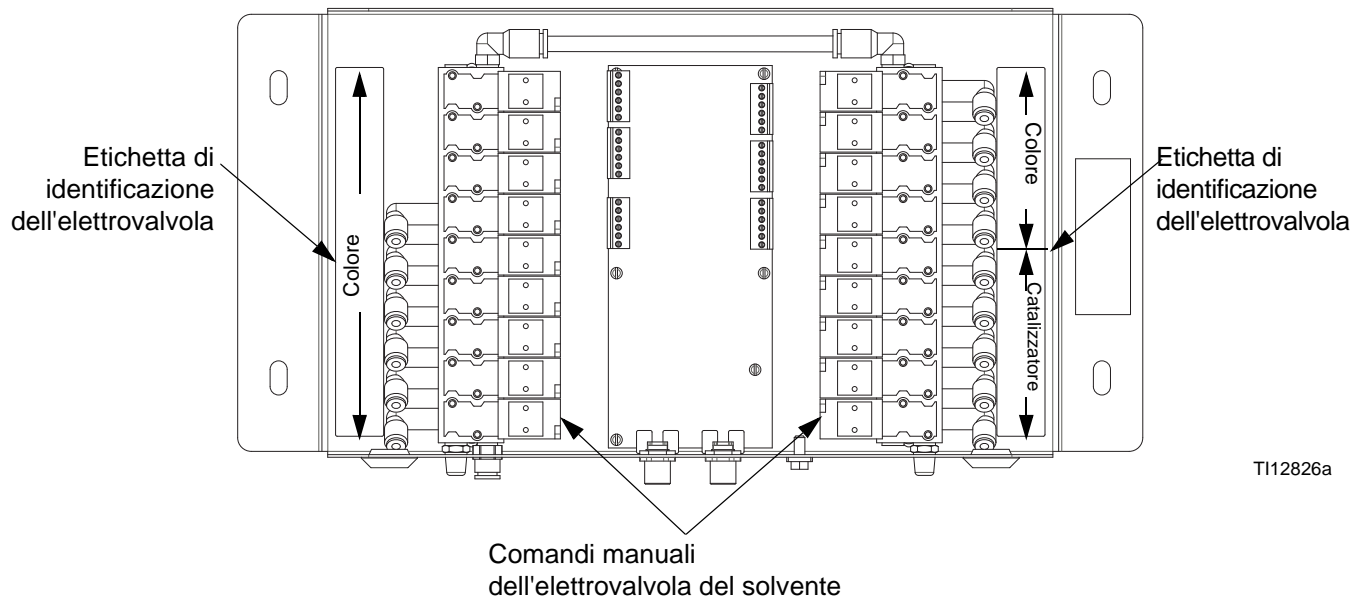

Fig. 118 Elettrovalvole di cambio colore
4. Vedere FIG. 118. Aprire il modulo di cambio colore. Usando le etichette di identificazione delle elettrovalvole come guida, premere e tenere premuto il pulsante di comando manuale su ciascuna elettrovalvola colore fino a quando il flusso che fuoriesce dalla valvola di campionamento non si arresta.
4. Vedere FIG. 118. Aprire il modulo di cambio colore. Usando le etichette di identificazione delle elettrovalvole come guida, premere e tenere premuto il pulsante di comando manuale su ciascuna elettrovalvola colore fino a quando il flusso dalla valvola di scarico A non si arresta.
6. Vedere FIG. 118. Usando le etichette di identificazione delle elettrovalvole come guida, premere e tenere premuto il pulsante di comando manuale su ciascuna elettrovalvola del catalizzatore fino a quando il flusso dalla valvola di scarico B non si arresta.